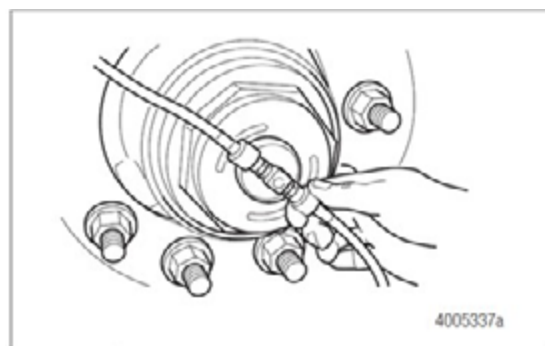

Figura 5.4
1. Remova a mangueira do sistema de inflação dos pneus, na conexão em "T". Figura 5.4.